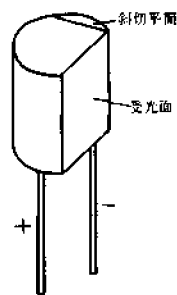

图 4-112 红外接收二极管的外形
(1) 从外观上识别。常见的红外接收二极管的外形如图 4-112 所示。其外观颜色呈黑色。识别引脚时,面对受光窗口,从左至右,分别为正极和负极。另外,有的红外接收二极管的管体顶端有一个小斜切平面,通常带有此斜切平面一端的引脚为负极,另一端则为正极。
(2) 用万用表电阻挡测试判别。将万用表置于  $R \times 1k$  挡,用判别普通二极管正、负电极的方法进行检查,即交换红、黑表笔两次测量管子两引脚间的电阻值,正常时,所得阻值应为一大一小。以阻值较小的一次为准,红表笔所接的引脚为负极,黑表笔所接的引脚为正极。